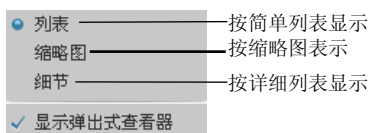

图 5.3.3 “视图”菜单
- 单击  按钮，出现图 5.3.3 所示的选项菜单，文件可按简单列表或详细列表显示。